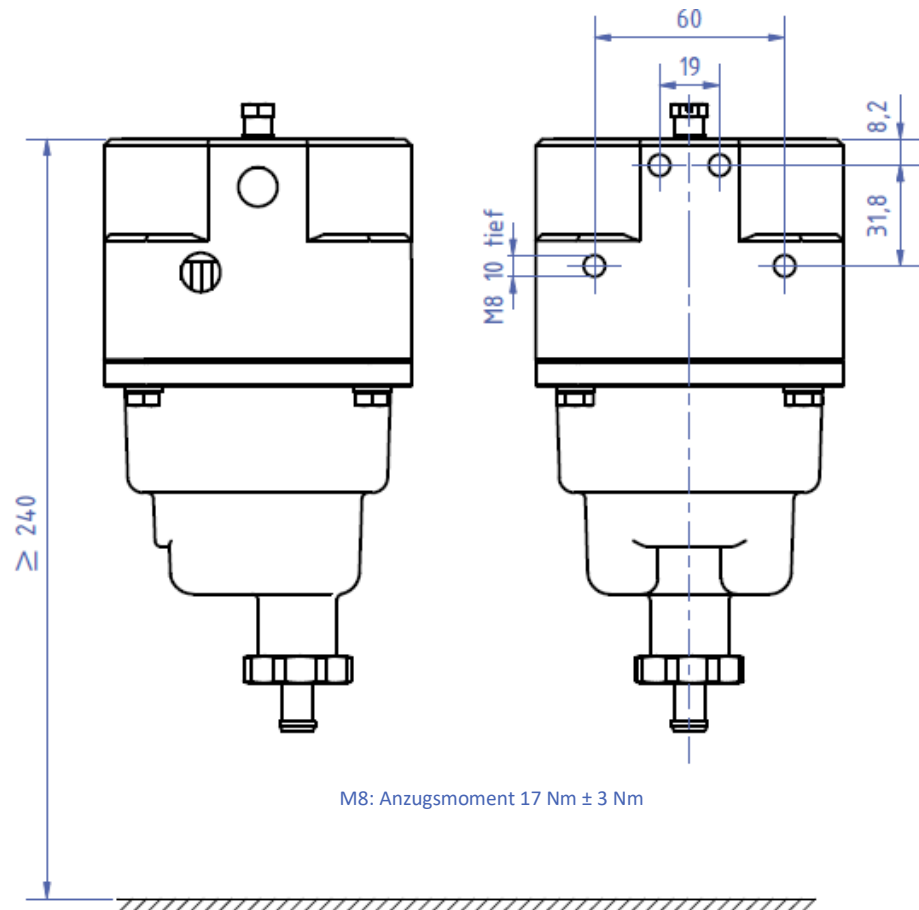

Abbildung 5: Montagemaße
1. Vier Löcher gemäß dem Bohrbild in Abbildung 5 bohren.